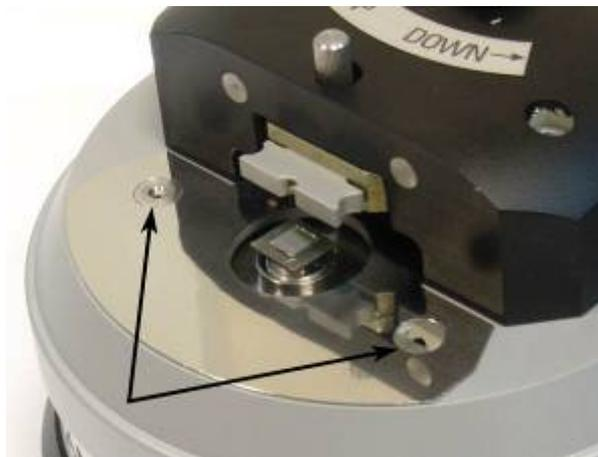

Рис. 3-2. Посадочные гнезда для ВМ
3. Установите ВМ на измерительную головку так, чтобы фиксирующие штифты попали в отверстия на корпусе, а опорные шарики – в посадочные гнезда (Рис. 3-2). Чтобы зафиксировать ВМ на измерительной головке, следует слегка нажать на ВМ сверху до щелчка.